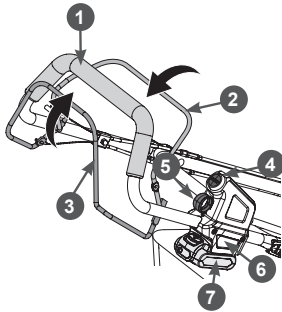

Рис. 15. Запуск двигателя электрическим стартером
5. Вставьте предохранительный ключ 5 (Рис. 15).
6. Встаньте позади газонокосилки.левой рукой нажмите и удерживайте рычаг останова двигателя 2 (Рис. 15). Правой рукой нажмите кнопку включения электрического стартера 4 (Рис. 15).